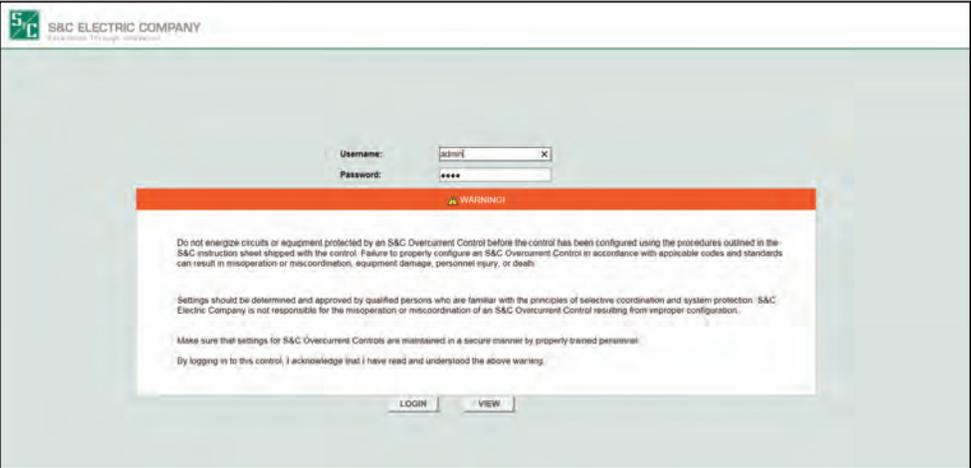

Figura 15. Ingrese el nombre de user (usuario) y password (contraseña) de administrador predeterminado.
PASO 1. En la pantalla de *Login (Inicio de sesión)*, ingrese el nombre de usuario y contraseña del administrador predeterminado. Vea la Figura 15.